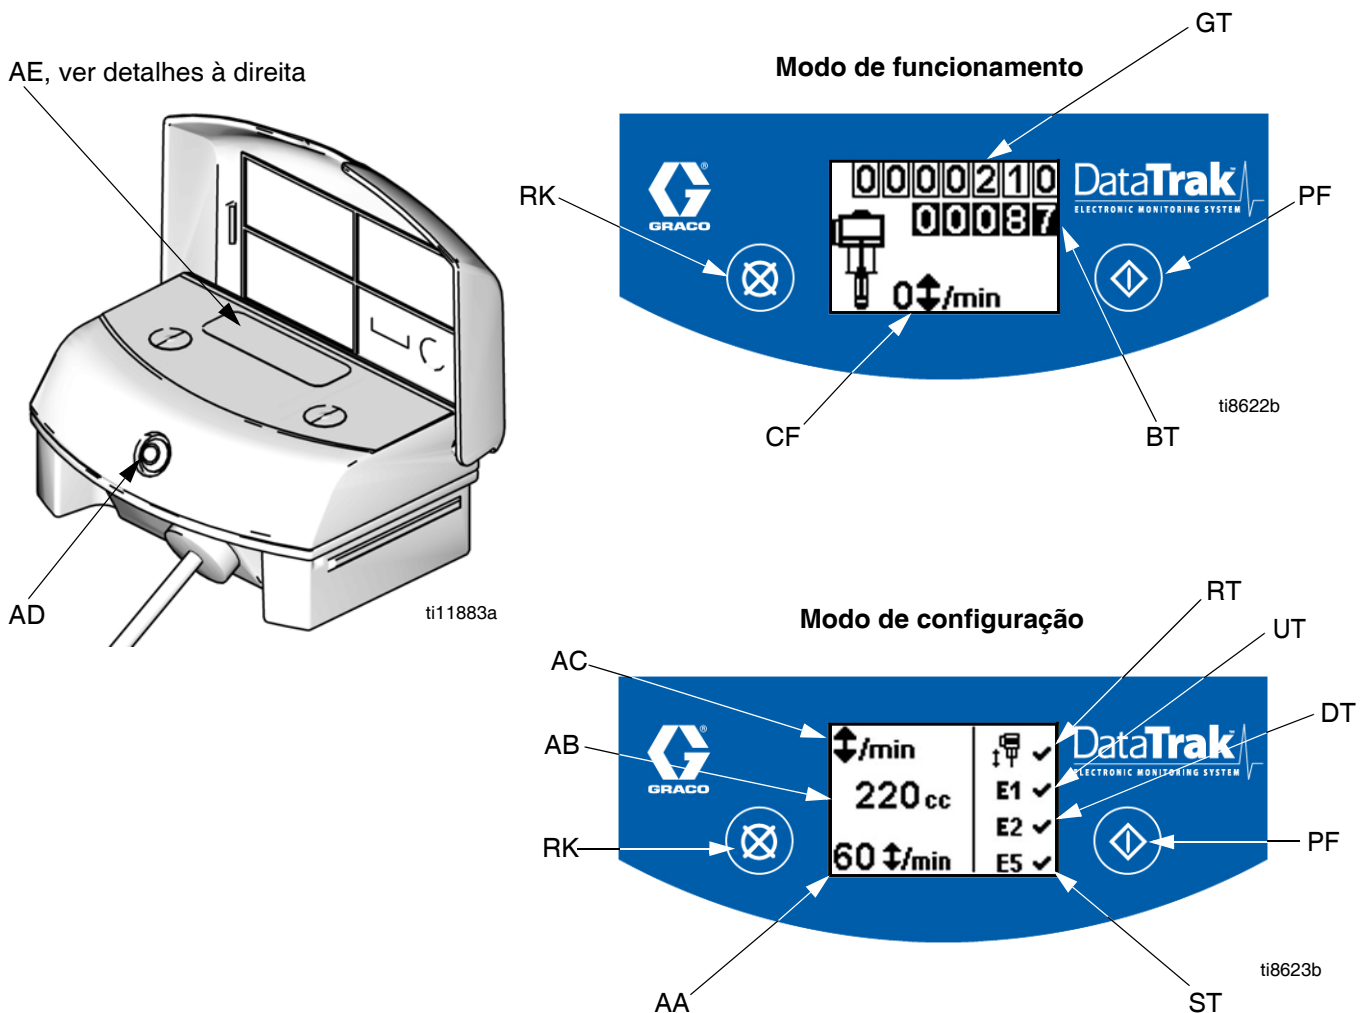

FIG. 8. Controlos e Indicadores do DataTrak
Legenda para a FIG. 8
1. Consulte FIG. 8. Prima sem soltar  Durante 5 segundos até que o menu Configuração seja apresentado.
No caso de desferragem, as opções de erro E1, E2 e E5 são ativadas e  aparecem no ecrã de configuração. Consulte FIG. 8.
1. Consulte FIG. 8. Se ocorrer uma desferragem da bomba, o solenoide de desferragem irá atuar, parando a bomba. O LED (AD) fica intermitente e o visor (AE) indica uma condição de desferragem (consultar Quadro 1). O visor irá percorrer seis ecrãs de instruções.
2. Visores de desferragem 1 e 2: Para reiniciar o solenoide de desferragem, fechar a válvula pneumática principal (E). Aguarde até que o ar seja completamente purgado para fora do motor pneumático.
3. Visores de desferragem 3 e 4: Após o ar ter saído para fora, pressione o botão de libertação do solenoide (J) para baixo de forma a reajustar a válvula de ar. O botão sairá novamente para fora quando a válvula pneumática estiver novamente pressurizada.
(Consulte FIG. 8).
1. Consulte FIG. 8. Para aceder ao modo de escorvar/lavar, prima qualquer tecla para ativar o visor e, em seguida, prima . Aparece o símbolo de Ferrar/Lavar no visor e o LED fica
Consulte FIG. 8. O último algarismo do totalizador de lote (BT) representa as décimas partes de galões ou de litros. Para reiniciar o totalizador, prima qualquer tecla para ativar o visor e, em seguida, mantenha premida  durante 3 segundos.
Consulte FIG. 8. Em modo de funcionamento, o visor (AE) desliga-se após 1 minuto de inatividade ou após 3 minutos no caso do modo de configuração. Prima qualquer tecla para ativar o visor.
O DataTrak consegue diagnosticar diferentes problemas da bomba. Quando o monitor deteta um problema, o LED (AD, FIG. 8) fica intermitente e aparece um código de diagnóstico no visor. Consulte Quadro 1.